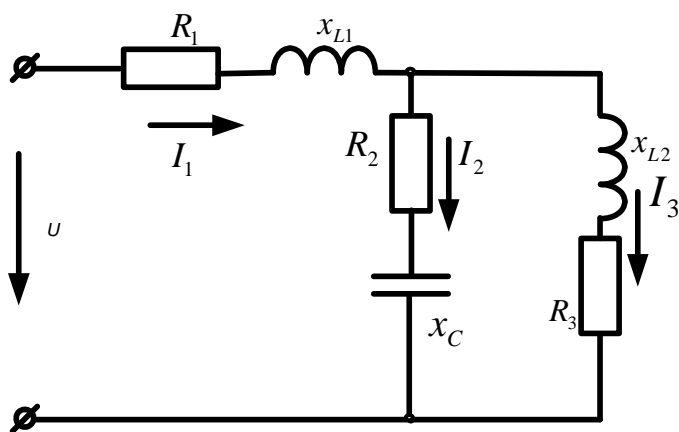

Рисунок 55
**Задача 54.** К зажимам цепи (рис. 55) подведено синусоидальное напряжение, действующее значение которого  $\dot{U} = 200e^{-j20^\circ}$  В. Сопротивления  $R_1=7$ Ом,  $R_2=12$ Ом,  $R_3=10$ Ом  $x_{L1}=4$ Ом,  $x_{L2}=8$ Ом;  $x_C=6$ Ом. Рассчитать токи ветвей методом эквивалентного преобразования пассивных схем и методом контурных токов, проверить баланс активной и реактивной мощности, построить векторную диаграмму.